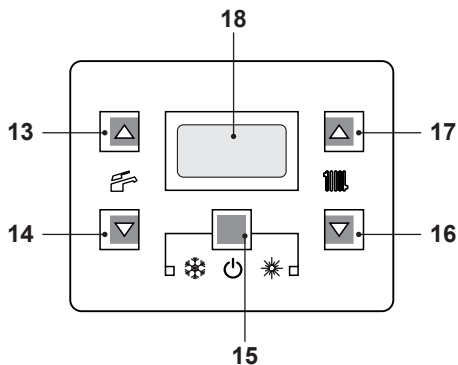
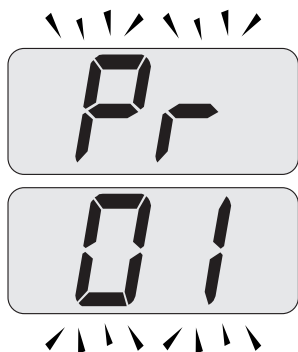
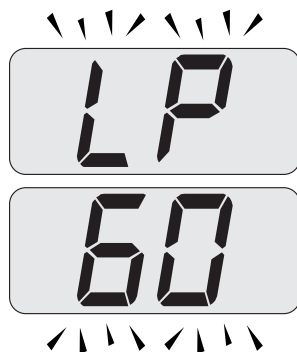

Figura 7.2
Figura 7.3
Figura 7.7
- Entre en la "modalidad de programación" pulsando simultáneamente durante 10 segundos los botones 15 - 16 - 17 (Figura 7.2) hasta que aparezcan en la pantalla LCD las letras **Pr** alternadas con el código 01, que indican la entrada en el "parámetro 01" (Figura 7.3).
- Pulse simultáneamente los botones 16 y 17 (Figura 7.2) hasta que aparezcan en la pantalla LCD las letras **LP** alternadas con el valor de temperatura del agua de calefacción (ej. **45**), que indican la entrada en la activación de la "función deshollinador" a la potencia mínima (Figura 7.4).
- Pulse el botón 16 (Figura 7.2) hasta que aparezcan en la pantalla LCD las letras **LP** alternadas con el valor de temperatura del agua de calefacción (ej. **60**), que indican la entrada en la activación de la "función deshollinador" a la potencia mínima para agua sanitaria (Figura 7.7).
- Apague la caldera manteniendo pulsado durante 2 segundos el botón 15 (Figura 7.2) hasta que aparezca en la pantalla LCD el símbolo **— —** (Figura 7.8).